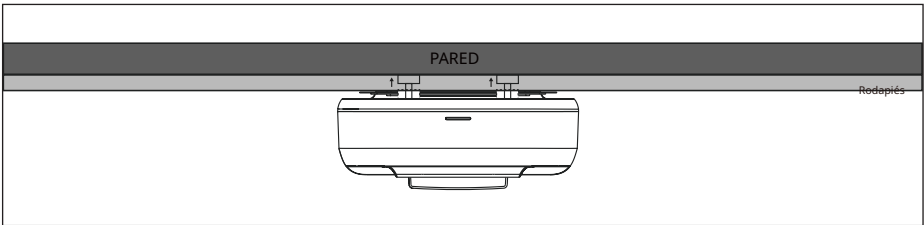

Figura 2
3. En la parte posterior de la estación de carga, encontrará dos mandos que sirven de ayuda para colocar la estación de carga contra la pared (véase la Figura 2). Ajuste estos mandos según la superficie de la pared para garantizar que la estación de carga quede paralela a la pared y colocada de forma segura. Una vez colocada correctamente, asegúrese de que la parte frontal de la estación de carga esté orientada hacia delante y conéctela a la fuente de alimentación.